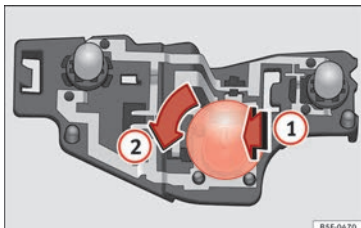

Fig. 114 Ubicación de las lámparas de incandescencia en el portalámparas.
- Presione la lámpara defectuosa ligeramente hacia el portalámparas **1**, gírela a continuación hacia la izquierda **2** y extráigala » **fig. 114**.